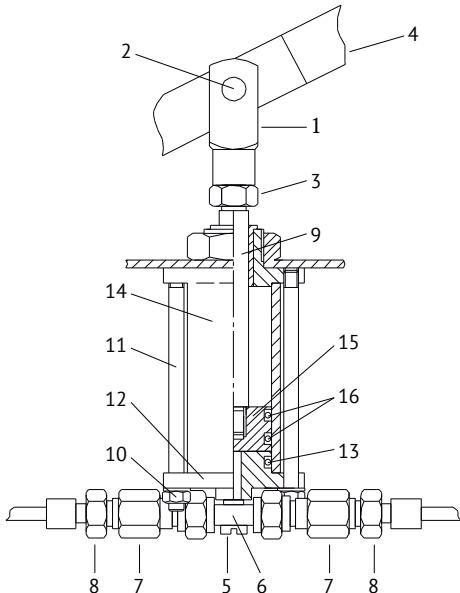

Рис. 3. Устройство насоса:
- 8.3.3 Удерживая рычаг 4 (*Рис. 3*), ослабьте контргайку 3;